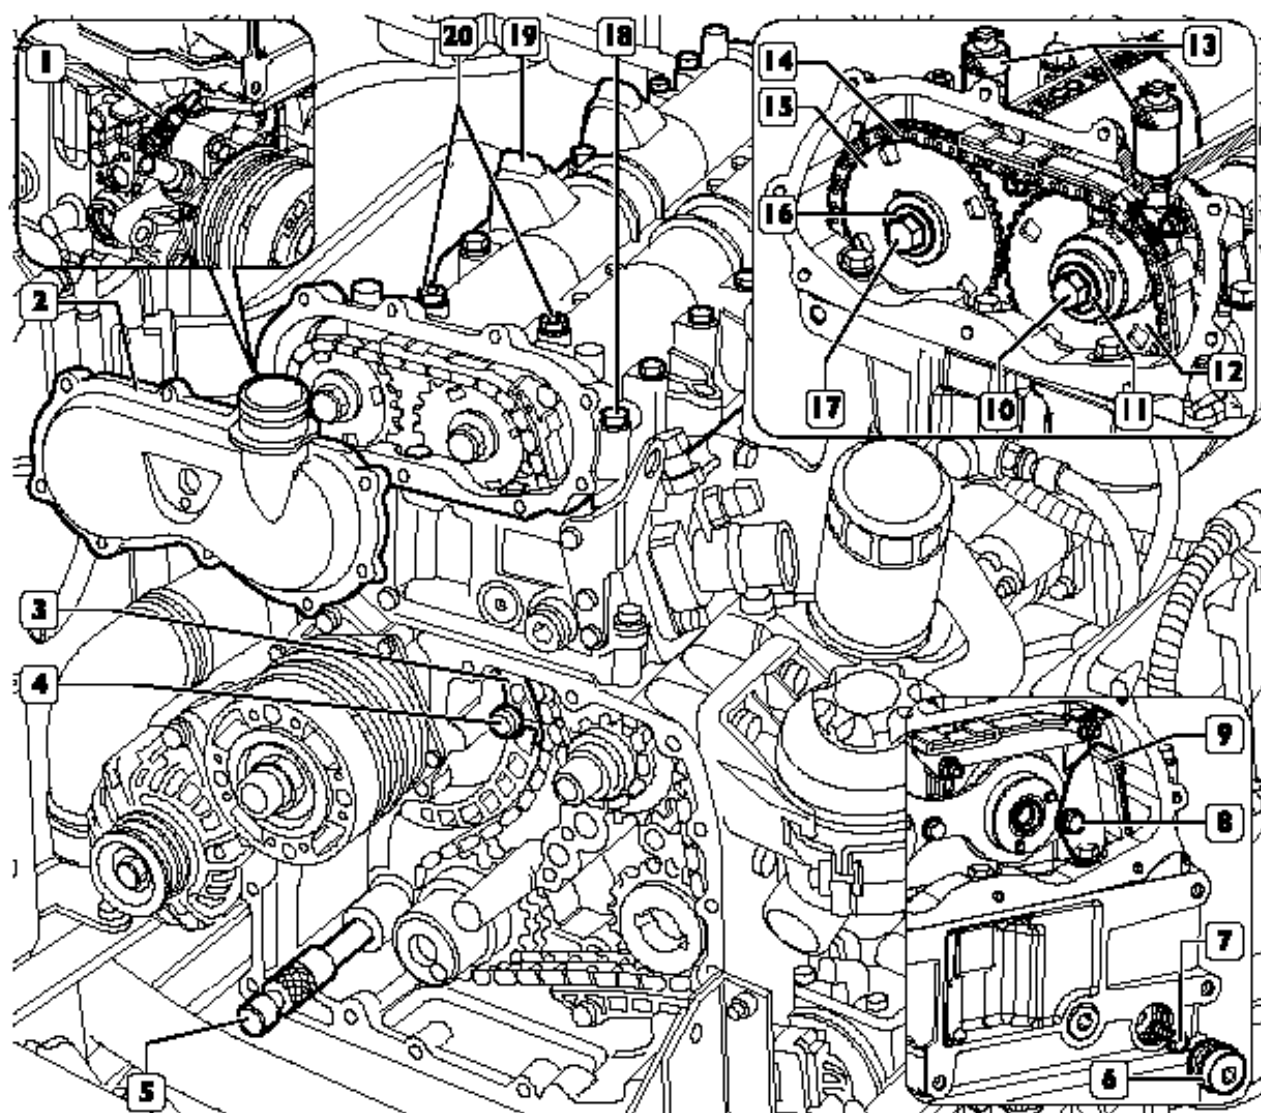

Figura 25
- A ferramenta 99360614 (6, figura 25) deve ser introduzida no sobre-cabeçote;
- A ferramenta 99360615 (11, figura 25) deve ser introduzida no bloco.
Certifique-se de que a parte da corrente (3) entre as engrenagens (2) e (4) esteja sob tensão. Aperte o parafuso de fixação da engrenagem (2) do eixo de comando de válvulas das válvulas de admissão ao momento especificado. Remova as ferramentas 99360614 (1) e 99360615 (5, figura 25).